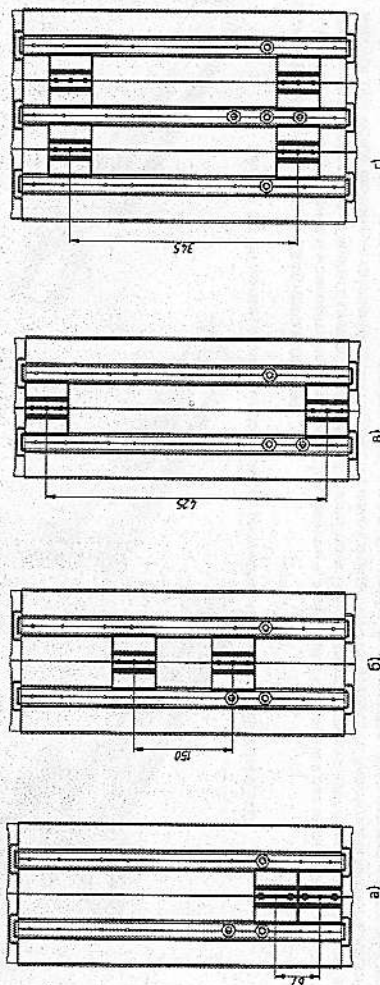

Рисунок 14 – Расположение планок (на примере Element 0,5x2 и 0,5x3) для установки креплений:
5.11.1. Для установки крепления на светильники Element 0,5x2; 0,5x3; 1x2; 1x3 на корпусе предусмотрены Планки соединительные. Перед установкой крепления отрегулируйте положение планок на корпусе в соответствии с ответными отверстиями на устанавливаемом креплении (рисунок 14).